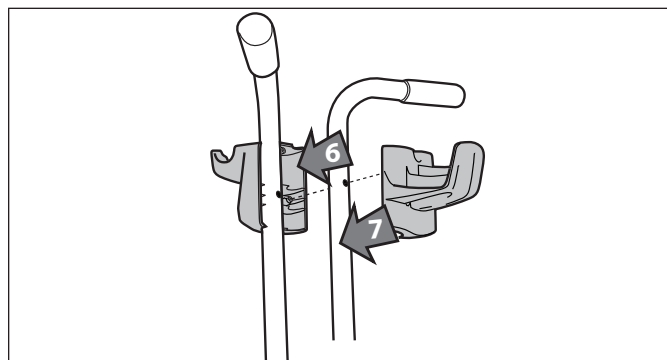

Figure 6. Installer les crochets sur les poignées supérieures
- Positionner le crochet du câble d'alimentation et le crochet du module de commande sur les tubes supérieurs, tel qu'il est indiqué à la Figure 6. Assurez-vous que les tubes supérieurs (poignées) sont bien orientés.